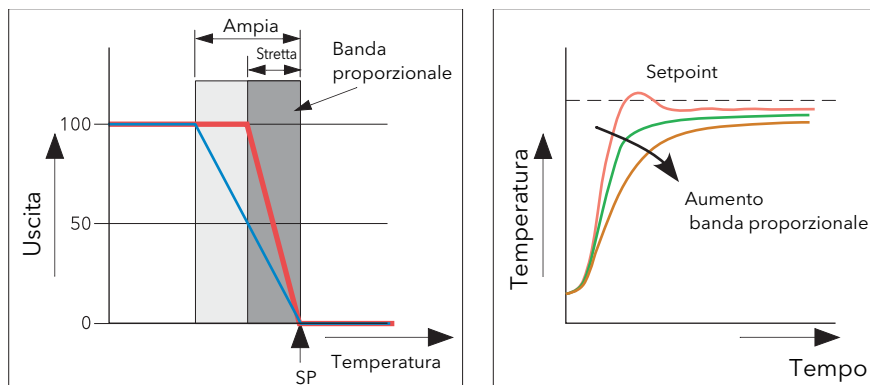

Figura B2.2.2a Azione della banda proporzionale (azione inversa)
"Banda proporzionale" (banda proporzionale) (BP) fornisce un'uscita che è proporzionale alle dimensioni del segnale di errore. È il range entro il quale l'alimentazione di uscita è continuamente regolabile in maniera lineare dallo 0 al 100% (per regolatore di solo riscaldamento). Al di sotto della banda proporzionale, l'uscita è completamente accesa (100%); al di sopra della banda proporzionale, l'uscita è completamente spenta (0%), come illustrato nella Figura B2.2.2a.
La Figura B2.2.2a illustra anche l'effetto del restringimento della banda proporzionale sino al punto di oscillazione. Una banda proporzionale ampia genera un controllo in linea retta, ma con un errore iniziale apprezzabile tra il setpoint e la temperatura effettiva. Man mano che la banda si restringe, la temperatura si avvicina sempre di più al setpoint sino a quando, alla fine, diventa instabile.